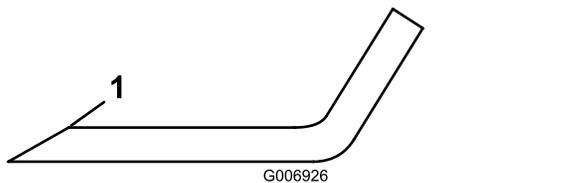

Figura 72
4. Inspeccione los filos de corte de todas las cuchillas, afílelos si están romos o tienen mellas, afile únicamente la parte superior del filo y mantenga el ángulo de corte original para asegurar un afilado correcto (Figura 72).